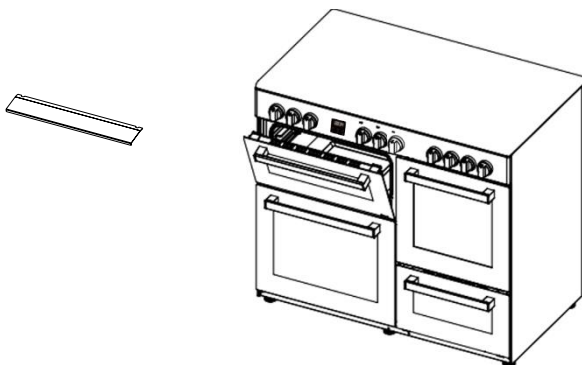

Abbildung 24
1. Eine Sicherheitsblende schützt das Bedienfeld und die Tasten, wenn sich der Backofen im Grillmodus befindet. (Abbildung 24)